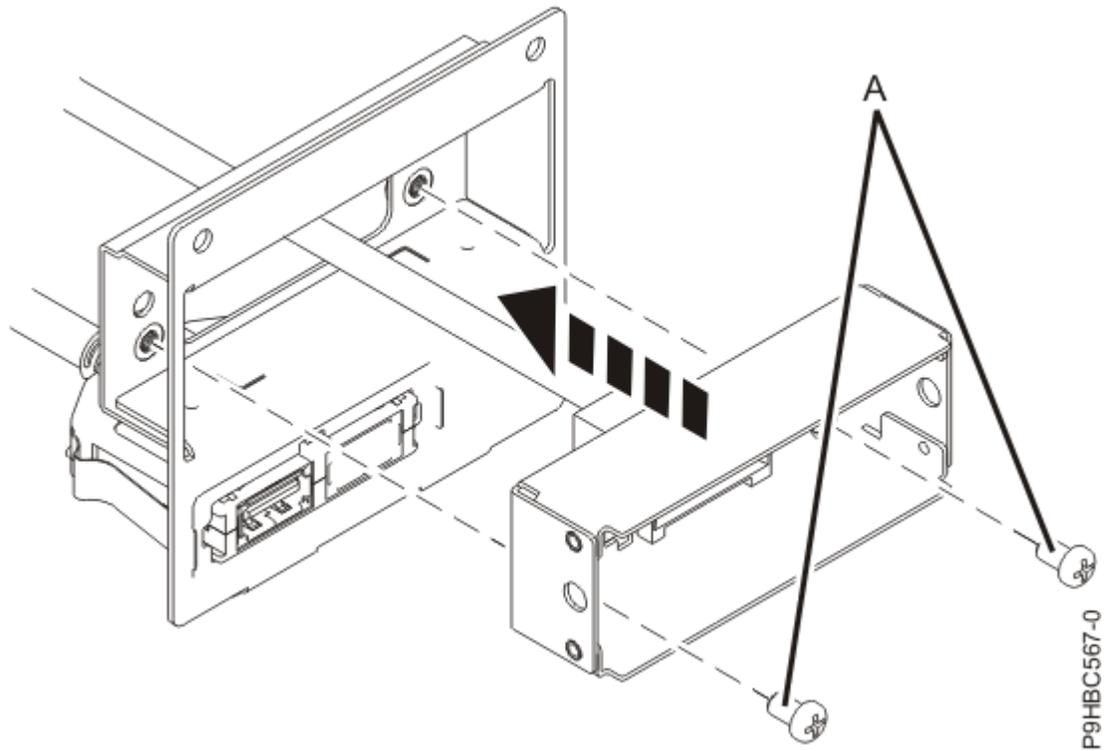

Abbildung 117. Steuerkonsolenanzeigekabel bei einem Einschubsystem im Gehäuse installieren
2. Installieren Sie beim Einschubsystem das Steuerkonsolenanzeigekabel mit den beiden Schrauben **(A)** im Gehäuse (siehe Abbildung 117 auf Seite 124).